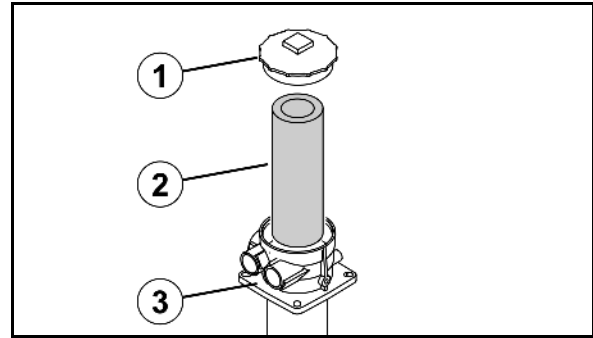

Fig. 162
1. Fjern dækslet (**Fig. 162/1**) fra huset (**Fig. 162/3**).
2. Udskift returløbsfilteret (**Fig. 162/2**).
Trykfilteret er monteret under maskinen, bagved kabinen (**Fig. 162/1**).